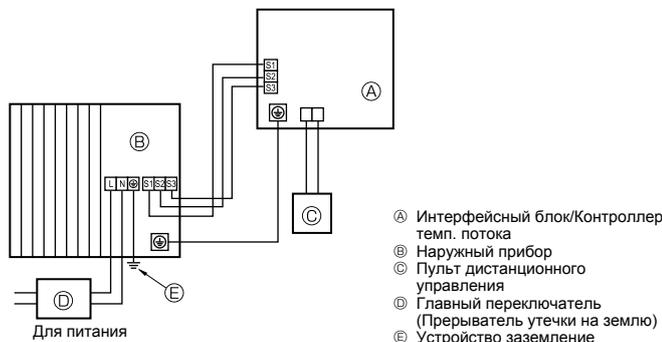
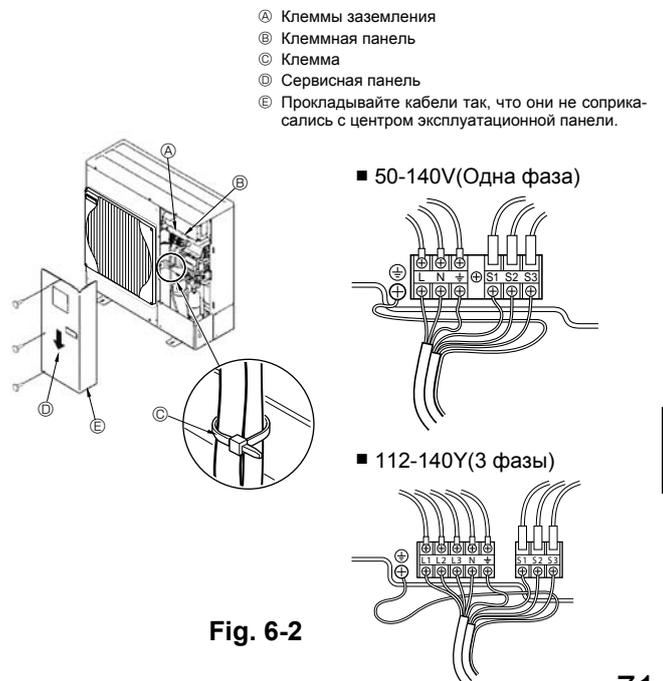

Fig. 6-1
Fig. 6-2
### 6.1. Наружный прибор (Fig. 6-1, Fig. 6-2)
- 2 Подсоедините кабели, как указано на Fig. 6-1 и Fig. 6-2.